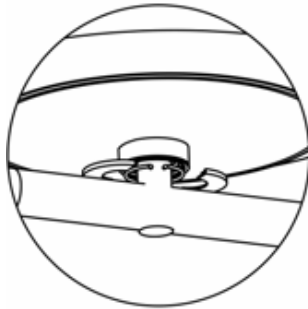

Abb.9
- Befestigen Sie die Staubschutz (im Schrauben- und Montageset enthalten), wie in Abb.9 dargestellt.